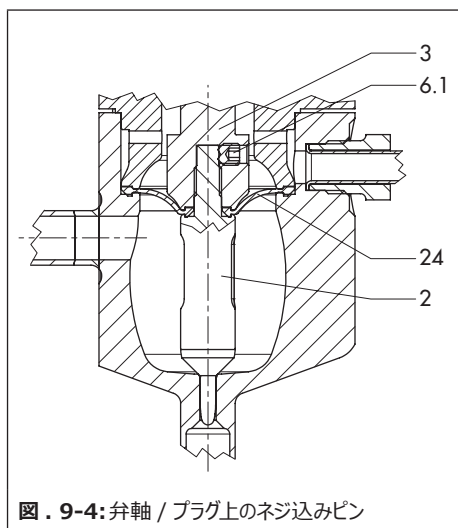

図. 9-4: 弁軸 / プラグ上のネジ込みピン
- ねじ (34) を外します。
- 標準ヨーク (20) を弁軸 (3)、プラグ (2)、ダイヤフラム (24) と一緒にボディ (1) から持ち上げます。
- プラグ (2) を弁軸 (3)、ダイヤフラム (24) と一緒に標準ヨーク (20) から引き出します。
- マイクロフロー弁仕様の場合:** ネジ込みピン (6.1) を外します (図 . 9-4 をご覧ください)。
- 弁軸 (3) をプラグ (2) から外します。
- ダイヤフラム (24) を取り外します。
- 新しいダイヤフラム (24) を新しいプラグに挿入します。
- 適切な工具を用いて、再度新しいプラグ (2) を弁軸 (3) 上にねじで留め直します。弁軸を、以前印を付けておいた取付位置に揃えます。これをするには、プラグを適切な締め付け用治具 (例えば柔らかい口金が付いた万力) に固定して、適切な工具でプラグを引きます。
- マイクロフロー弁仕様の場合:** プラグ (2) をネジ込みピン (6.1) で固定します。(図 . 9-4 をご覧ください)。
21. プラグ (2) を弁軸 (3) とダイヤフラム (24) と一緒に標準ヨーク (20) に押し込みます。
22. 標準ヨーク (20) を弁軸 (3)、プラグ (2)、ダイヤフラム (24) と一緒にボディ (1) に設置します。
23. 適切な潤滑剤をボルト (34) に塗布します。
24. バルブボンネットがボディフランジに接触するまで、標準ヨーク (20) 上のねじ (34) を十文字の順に徐々に締めます。